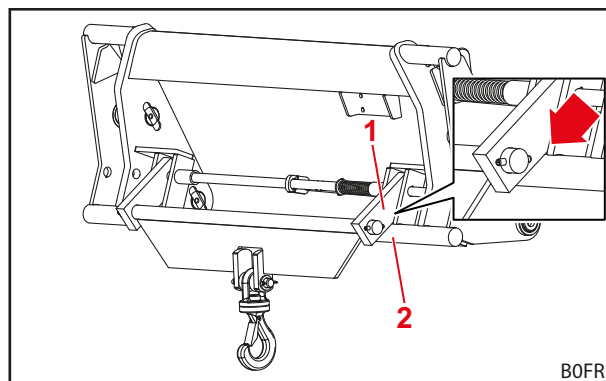

Fig. 91 Reskabets position til lasttransport
- (1) Hvis der ikke er nogen beskyttelsesanordning mod utilsigtet sænkning: Sænk frontlæsseren ned til jorden.
- (2) Sæt lasten på krogen.
- (3) Løft frontlæsseren, indtil lasten hænger frit.
- (4) Placér redskabet, så laskerne ligger på skifterammens nederste tværstang (se Fig. 91).
- (5) Kør yderst forsigtigt til aflæsningsstedet.